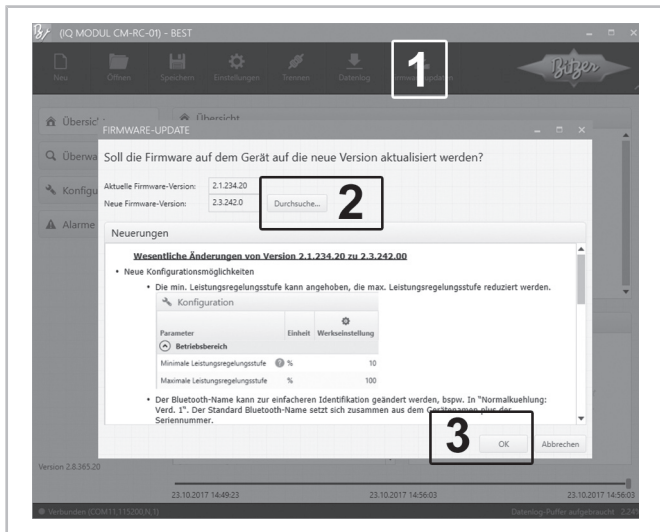

Рис. 13: Обновление прошивки
- Выбор ОБНОВЛЕНИЕ ПРОШИВКИ (1) и ПРОСМОТР... (2) (см. рис. 13, стр. 56).
- Запустите обновление прошивки и дождитесь подтверждения успешного обновления. Подтвердите с помощью ОК (3).